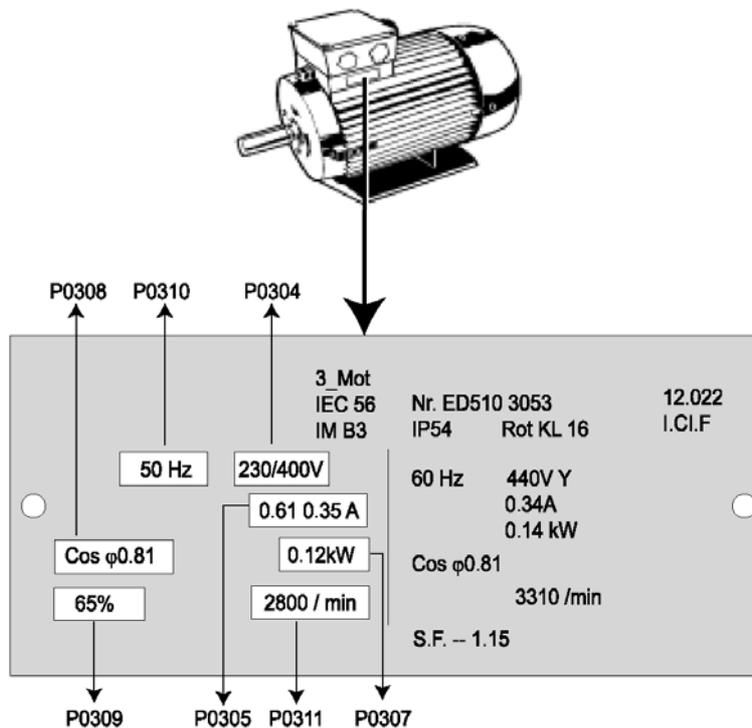

Рисунок 3-7. Пример шильдика на двигателе
- Инвертор программируется под стандартное применение для четырехполюсных двигателей, которые имеют такую же номинальную мощность, как и инвертор. При использовании других двигателей необходимо ввести номинальные данные двигателя. См. рис. 3-7 для уточнения, как следует читать данные двигателя.